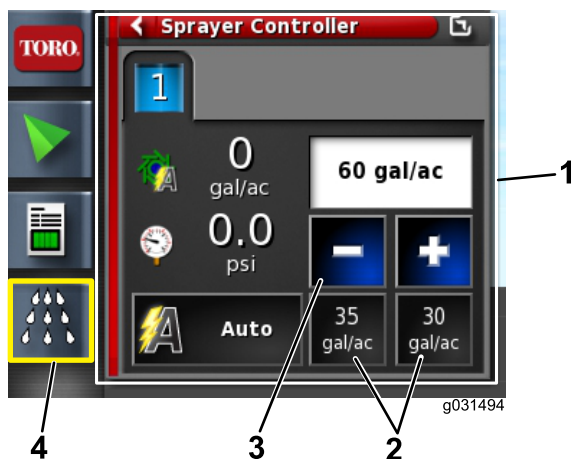

Figura 129
4. Se il volume non è corretto, modificalo premendo le icone dei Volumi preimpostati, poi premete le icone di Decremento e Incremento per modificare il volume, oppure selezionate il campo del volume attuale e inserite il volume di applicazione mediante il tastierino sullo schermo (Figura 129 e Figura 130).